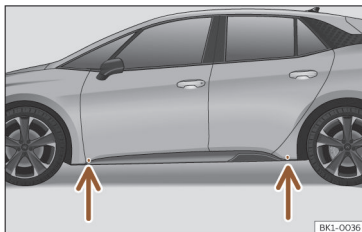

Fig. 168 Puntos de apoyo del gato.
- Busque en el larguero la marca del punto de apoyo del gato (zona hundida) más cercano a la rueda a cambiar >>> fig. 168.